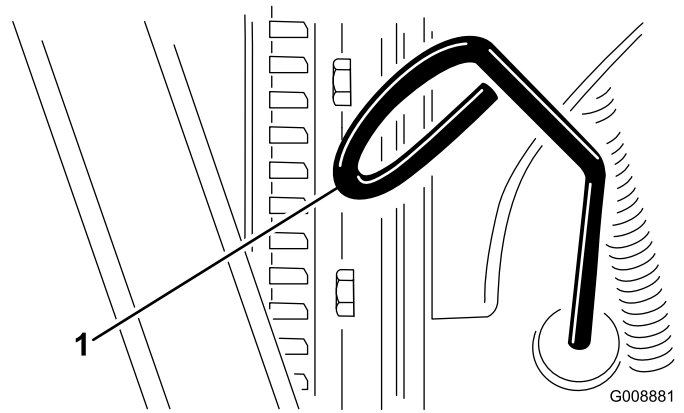

Bild 23
3. Nehmen Sie den Peilstab heraus und wischen Sie ihn ab. Stecken Sie ihn dann ein (Bild 23).